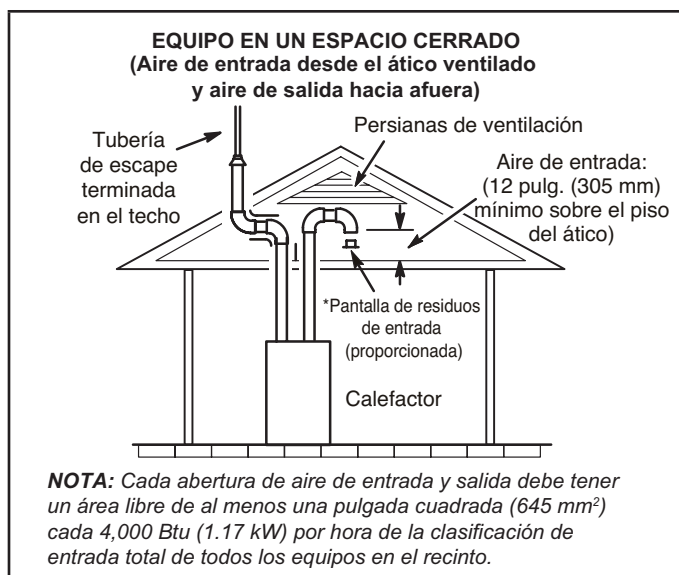
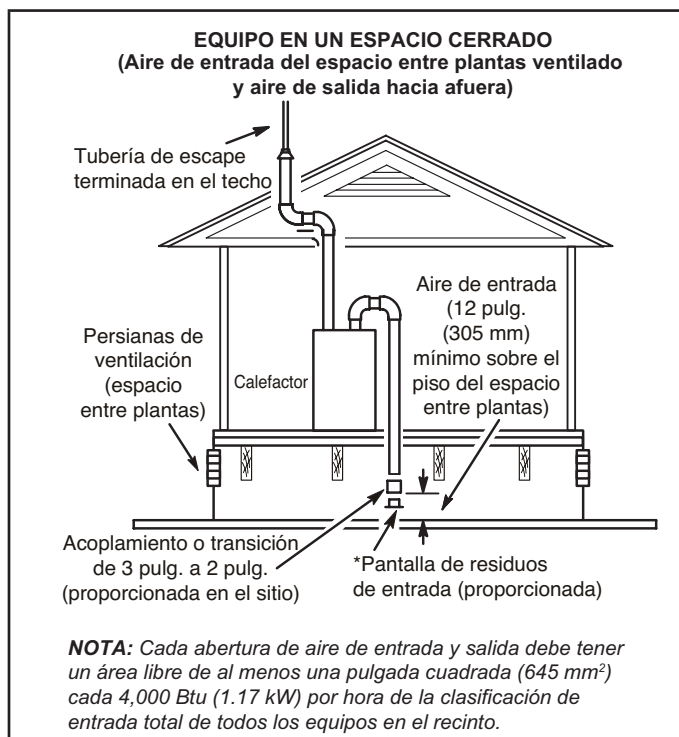

FIGURA 26
FIGURA 27
- 2 - Si el aire de entrada se toma de un ático ventilado (FIGURA 26) o de un espacio entre plantas ventilado (FIGURA 27), el largo de la ventilación de escape no debe exceder los valores listados en la TABLA 8. Si se utiliza una tubería de 3" de diámetro, redúzcala a una tubería de 2" de diámetro en el punto de terminación para acomodar la pantalla de residuos.